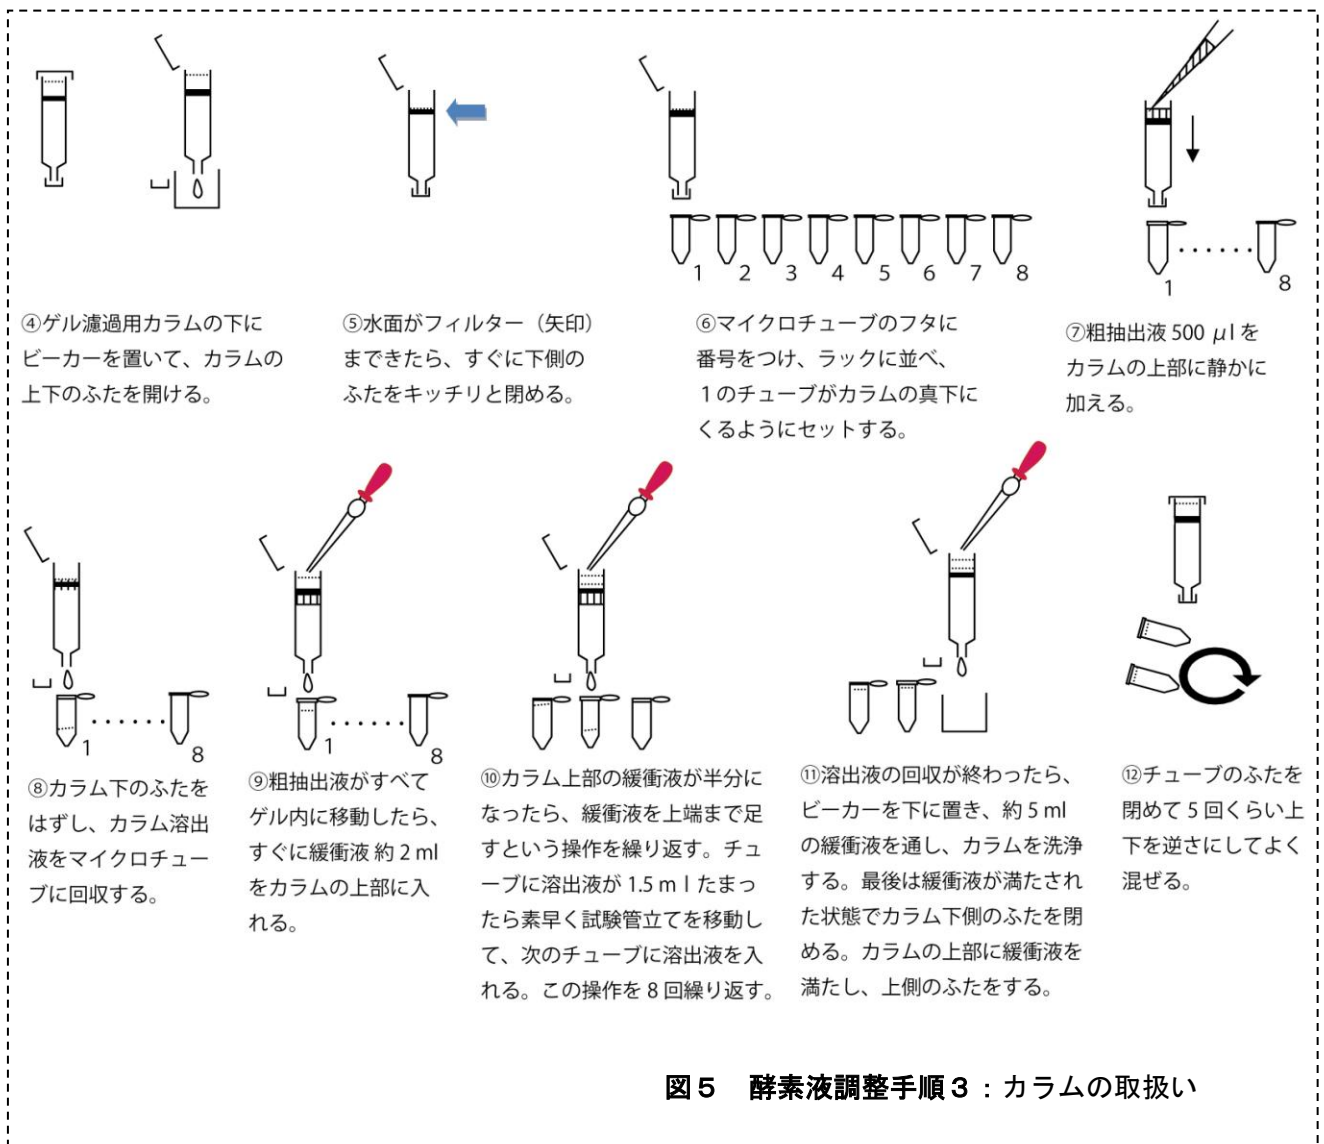

図5 酵素液調整手順3：カラムの取扱い
ューブがカラムの真下に来るようにセットする(図5)。
⑦P1000 を用いて試験管内の粗抽出液を 500 μ l とり、カラムの上部に静かに加える(図5)^{注5}。
⑧カラムの下側のふたを開けて、溶出液をマイクロチューブに回収を開始する(図5)。
⑨粗抽出液が全てゲル内に移動したらすぐに、2ml の駒込ピペットを用いて、緩衝液約 2ml をカラムの上部に入れる(図5)。
⑩カラム上部の緩衝液が半分くらいまで減ってきたら緩衝液を上端まで足すという操作を繰り返す。
1 のチューブに溶出液が 1.5 ml (チューブ上部の線のところ) までたまったら素早く試験管立てを移動して、2 のチューブに溶出液を入れる。この操作を 8 回繰り返す(図5)。
⑫チューブのふたを閉めて 5 回くらい上下を逆さにしてよく混ぜる(図5)^{注6}。